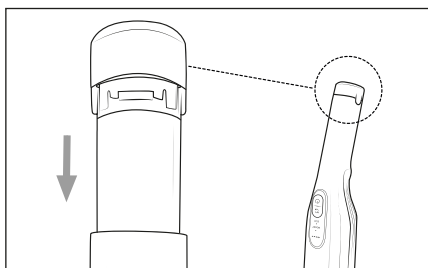

Fig. 3
- 3) Monte la batería **1** en el aparato hasta que quede firmemente encastrada (consulte la fig. 3).